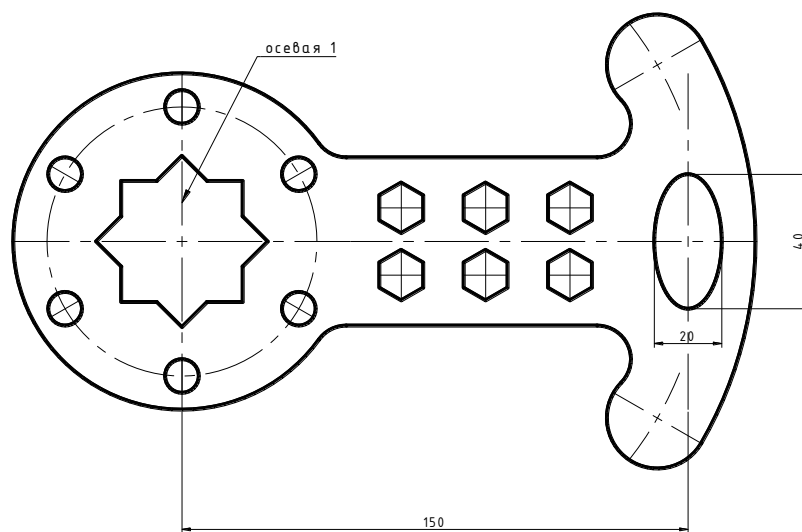

Рис.3.15
22. Скопируйте *осевую 1* на расстояние **150 мм**, для построения эллипса. Вычертите эллипс по заданным размерам (*рис.3.15*).